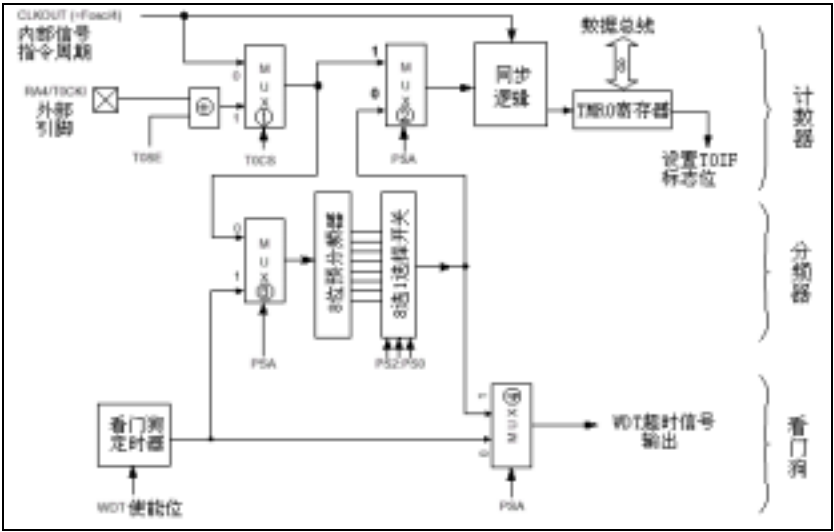
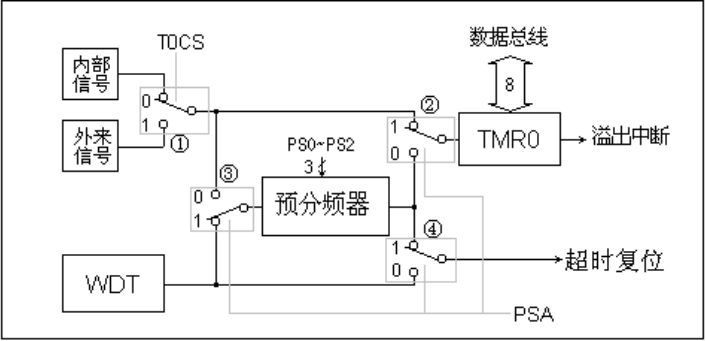
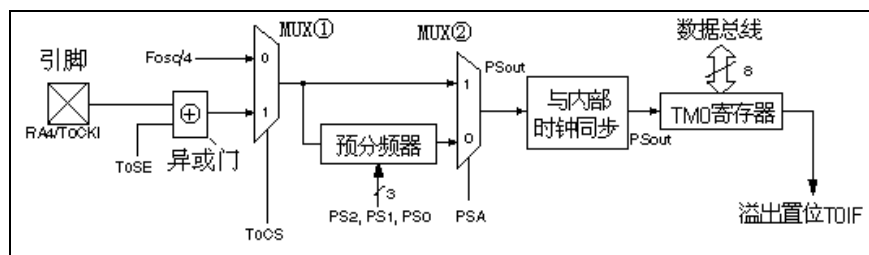
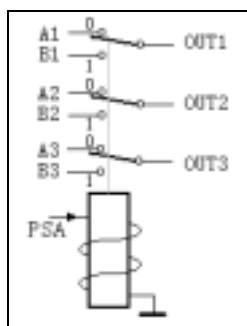

图 1 TMR0+分频器+看门狗结构图
图 2 简化方框图
图 3 带有可编程预分频器的 TMR0 模块方框图
图 4 带有 3 组单刀双掷转换开关的继电器
硬件电路规划 针对本讲中介绍的端口功能，并且以“ICD 在线调试器套件”中提供的演示板及其上面的现有硬件资源为基础，笔者设计了一个利用 I/O 端口实现数据输入和输出的应用实例。在该实例中将要用到的演示板上的部分硬件电路如图 2 和图 3 所示。
图 2 是端口 RC 外接的 8 条支路，由一只（8 路封装在一起的）拨动开关 SW3 分别控制各路接通还是断开。这 8 条支路既构成了端口 RC 的输出负载电路，又构成了端口 RC 的输出显示电路。其中 8 只电阻（R5~R12）起限流作用，保护端口引脚和发光二极管 LED（D0~D7）；8 只 LED 在相应引脚送出高电平时分别被点亮（当然是在开关闭合时）。图 3 是端口 RB 的外接电路，其中只应用了一只引脚 RB0，作为输入引脚。电阻 R4 为限流电阻，当 RB0 引脚误设为输出时起保护作用；电阻 R21 为上拉电阻，平时将 RB0 引脚电平拉高；微动开关 SW1 用来人工输入低电平脉冲信号。
将与按钮开关相连的端口引脚 RB0 上的信号波形描绘成如图 4 所示的电压波形。图中的 t1 表示按钮按下之前，RB0 引脚上呈现高电平，在此期间可能受到的干扰是很窄的负脉冲；t2 为按钮按下过程中出现的闭合抖动期；t3 表示按钮按下期间，RB0 引脚上会呈现
定时器/计数器 TMR0 模块的结构方框图如图 1 所示。我们将整个电路按功能简化为 3 个相对独立的主要组成部分：计数寄存器 TMR0、分频器和看门狗定时器 WDT。图 2 所示为其简化方框图。其中，看门狗定时器 WDT 在以后的章节中将作专题介绍，图 3 是将看门狗定时器 WDT 剔除之后的方框图。
在图 2 中的 3 个组成部分之间借助于 3 只由同一个 PSA 信号控制的切换开关 MUX②、MUX③和 MUX④相互连接在一起。为便于理解，不妨把切换开关就看成是电子制作中常用的 2 选 1 选择开关。MUX②、MUX③和 MUX④3 只切换开关还可以理解为一只有 3 组单刀双掷转换开关的继电器的 3 组触点（如图 4 所示）。当 PSA 控制端送来（逻辑 0）低电平信号时，继电器保持静止，3 组开关靠自身弹力倒向静合触点“0”一侧；而当 PSA 端送来（逻辑 1）高电平信号时，继电器得电吸合，3 组开关靠磁力转换到动合触点“1”一侧。
计数器模式 当 T0CS (OPTION_REG <5>) = “1” 时，TMR0 模块被设定为计数器模式，触发信号源取自于芯片外部引脚 RA4/T0CKI 上的输入信号。也常被说成是，外部输入信号作为累加计数器的时钟信号源。当工作在计数器模式时，T0SE(OPTION<4>)比特决定外部时钟信号的触发边沿：T0SE=1，下降沿触发；T0SE=0，上升沿触发。这是因为控制信号和引脚信号成逻辑“异或”关系，即经过一只异或门之后形成触发信号，见图 1。“1”与“1”异或后得“0”，相当于输入信号多经过一级“非门”；“0”与“1”异或得“1”，相当于输入信号被直接送入。当 TMR0 工作于计数器模式下，一旦往计数寄存器中写入初始值后，TMR0 便立即开始新一轮的累加计数。在没有使用分频器的情况下，TMR0 会在每个 T0CKI 信号的上升沿或下降沿到来时自动加 1。在此模式下，外部随机送入的触发脉冲信号和内部的工作时钟之间存在一个同步的问题。也就是说，并不是外部触发信号的跳变沿一送入，TMR0 就立即进行加 1 操作，而是要经过一个同步逻辑，该触发信号与系统时钟进行同步之后，方能进入累加计数器 TMR0，引发一次加 1 操作。